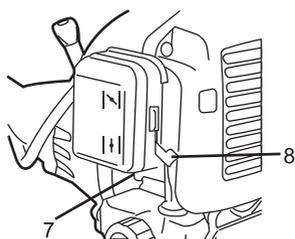

Fig. 12b
- > Actionnez l'amorce (7) jusqu'à ce que le carburant devienne visible puis mettez le starter (8) sur la position "  FERMÉ" (fig. 12b).
- > N'actionnez pas l'amorce et mettez le starter (8) en position " |↑| OUVERT" (fig. 12b).